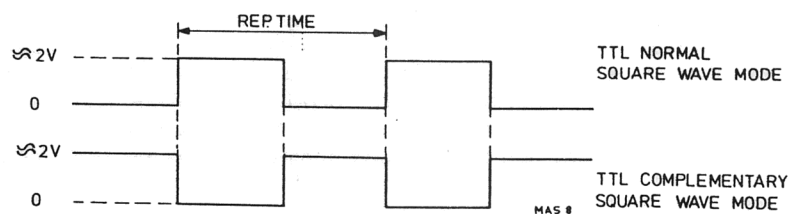

Fig. VI-5 : Impulsion rectangulaire PM 5705
- Observer une impulsion TTL normale et son complément similaire à la fig. VI-5.